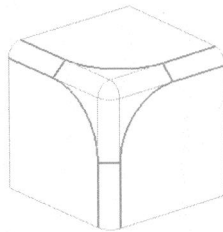

图1-17
14. 在【曲线】工具条中单击【直线】按钮，绘制如图 1-17 所示的线段。